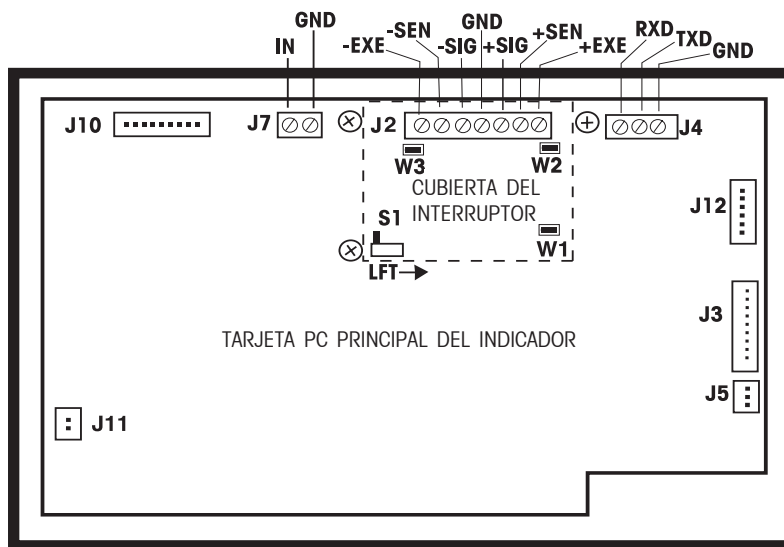

Figura A-2. Conexiones de la tarjeta de circuitos impresos.
La Figura A-2 ilustra la ubicación de las conexiones de la tarjeta de circuitos impresos.
- Coordinar las señales del cable al conector J4 de la tarjeta principal de la PC y conectar el cable de la manera correspondiente. Ver la Figura A-2.
- Conectar el cable al conector J7 de la tarjeta principal de la PC. Ver Figura A-2.